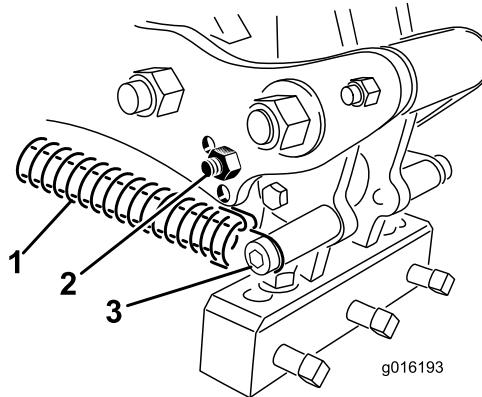

Figura 35
3. Liberte a tensão da mola para a cabeça do dente (Figura 35).
4. Retire o parafuso do pára-choques e o pára-choques do braço de ligação e volte a colocá-los no outro orifício de ajuste (Figura 35).